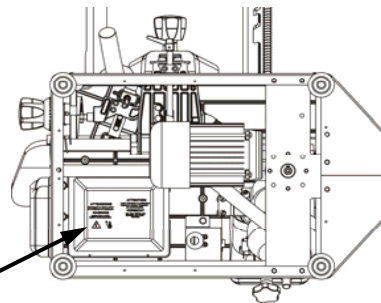

Abb.36
- Relais im Steuerkreis: wenn zufällig der Strom ausfällt, muss man die Maschine wieder einschalten, sie schaltet also nicht automatisch ein. (Abb. 36).